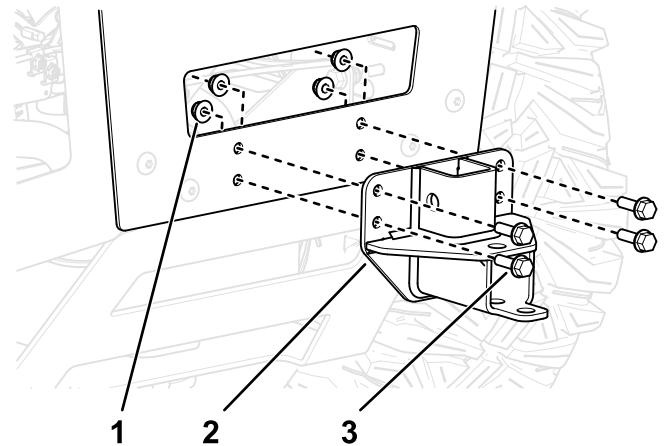

Bild 7
4. Befestigen Sie die Befestigungshalterungen für den Grasfangkorb an der Maschine, wie in **Bild 7** dargestellt.